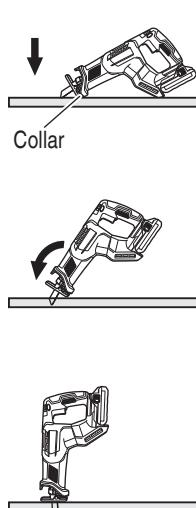
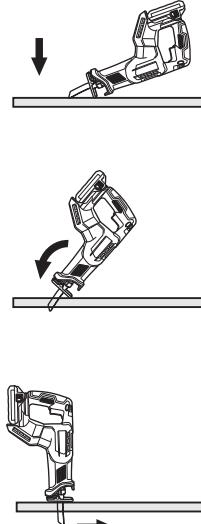

Fig. 25
Fig. 26
5. Corte por penetración (Fig. 25, Fig. 26)
Con esta herramienta puede realizar corte de cavidad en madera laminada y en tablas de material delgado. El corte de cavidad se puede realizar con toda facilidad con la hoja de sierra en sentido inverso, tal como se observa en la Fig. 26.